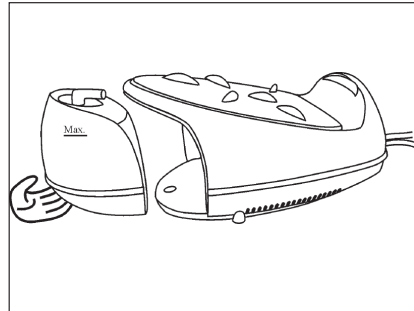

Fig. 8
4. Rivendosni bobinen anti-kalk dhe depoziten e ujit si ne Fig. 8.